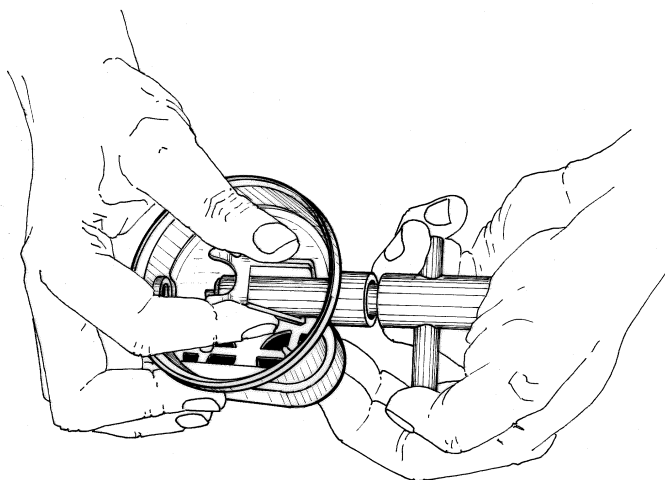

FIG.5
9. Introduzca, uno por vez, los extremos de la leva de regulación (9) en los orificios cuadrados en los lados de la cámara del cuerpo de la válvula de la 2ª Etapa y suelte la herramienta multiuso (B-34). (Fig. 5)